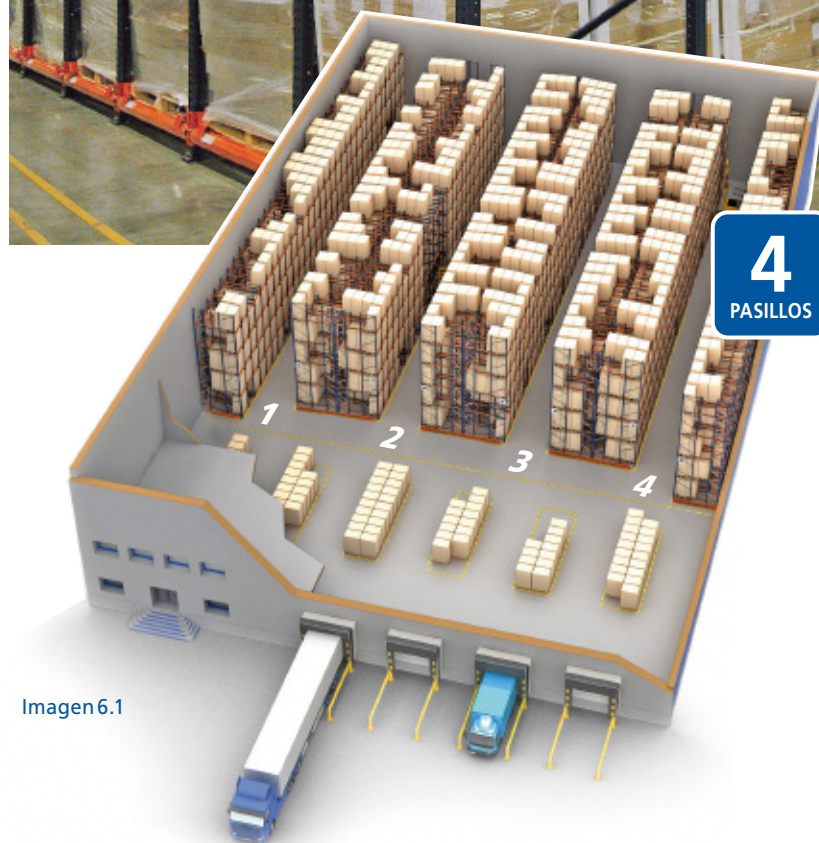

Imagen 6.1
- ✓ En una paletización con sistema push-back con carros (imagen 6.1) se pueden instalar niveles de **hasta cuatro palets en profundidad**. Esto permite que el acceso a los palets sea muy ágil.